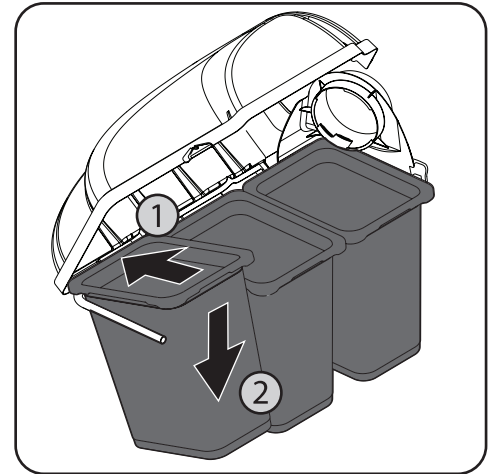

Figura 4-23
**¡Importante!** Asegúrese de que la parte inferior del canal de descarga esté ubicada dentro del reborde de la abertura de la plataforma, como se indican en la Figura 4-23.